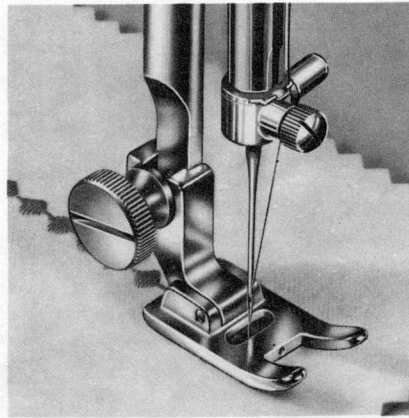

FIG. 49
**3/B-9** Pour faire le dessin de la fig. 49 procéder comme pour la précédente opération 3/B-8 à l'exception du bouton gris que l'on doit placer au centre.